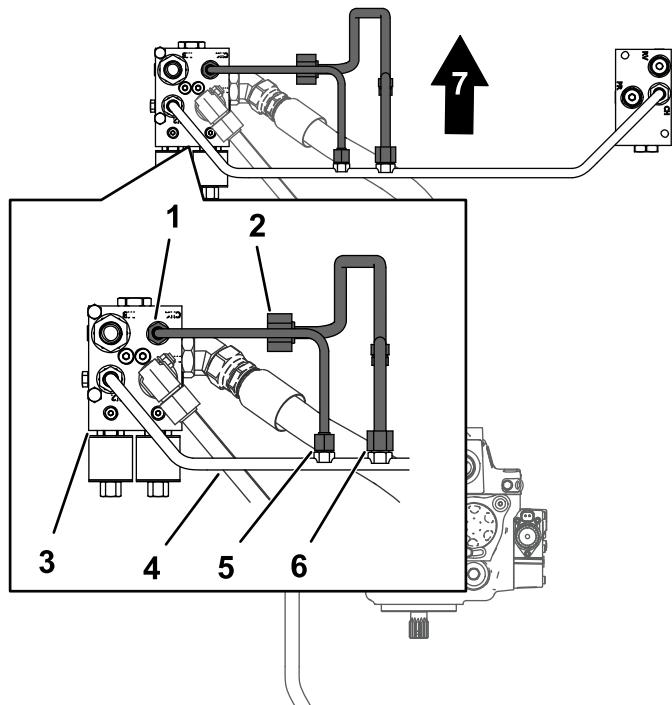

図 10
1. クロスチューブを取り外す (ページ 4) で保管した油圧フィルタチューブを用意する。油圧フィルタ用のチューブナットを、クロスマニホールドのチューブに図 10 のように取り付ける。
3. デバイダチューブのチューブナットを、クロスマニホールドチューブおよびフローデバイダマニホールドの各フィッティングに合わせて取り付ける図 10。